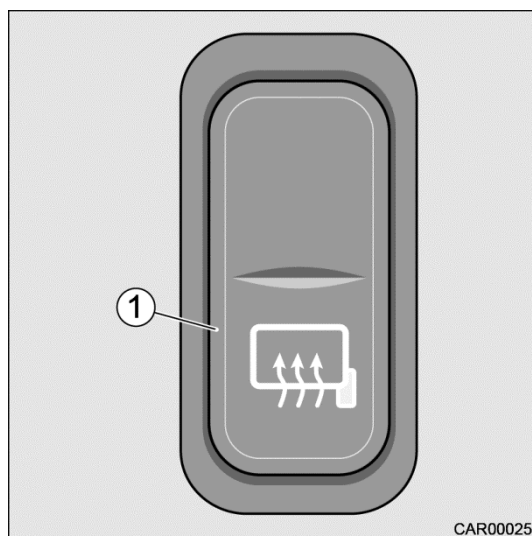

Fig. 41 Chauffage de rétroviseur e-line
1. Actionner le commutateur (Fig. 41/1).